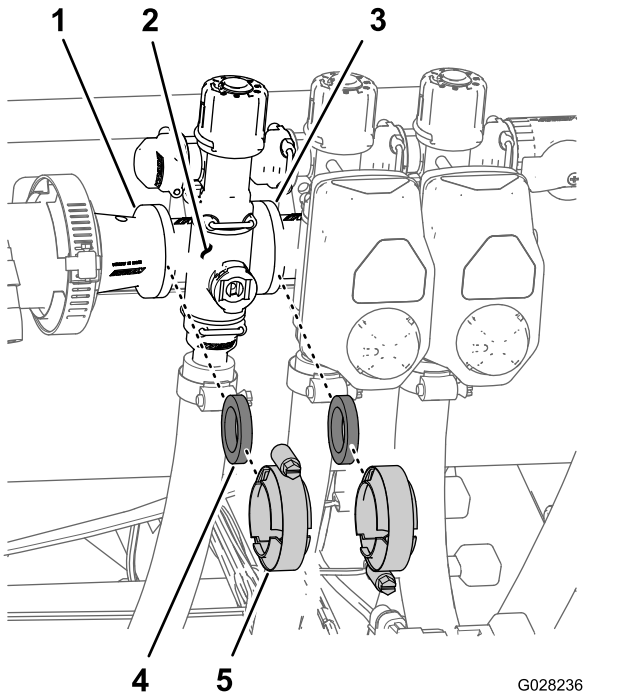

Bild 68
1. Entfernen Sie die Klemmen und Dichtungen, mit denen der Verteiler für das Abschnittventil (Bild 68) an dem danebenliegenden Abschnittventil (falls linkes Abschnittventil auch die Reduzierkupplung) befestigt ist.